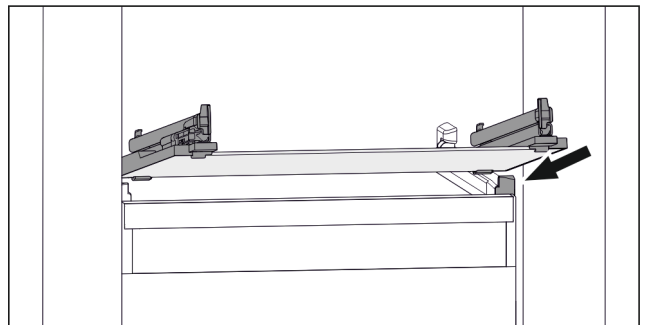

Fig. 159 Az üveglap példaként szolgáló ábrázolása
- ▶ Helyezze a fiókot ferdén az ütközők mögé. (lásd Fig. 159)